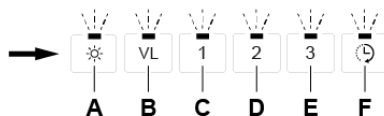

Fig. 12
- Når omprogrammeringen af driftstilstanden er gennemført, blinker LED-lamperne for alle knapper, se Fig. 12.